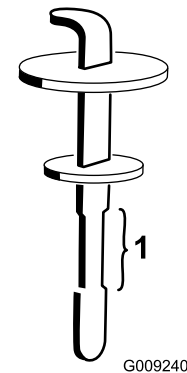

Bild 134
5. Entfernen Sie den Peilstab aus dem Füllstutzen und wischen ihn mit einem sauberen Lappen ab. Stecken Sie den Peilstab in den Einfüllstutzen und ziehen ihn dann heraus, um den Ölstand zu prüfen (Bild 134).